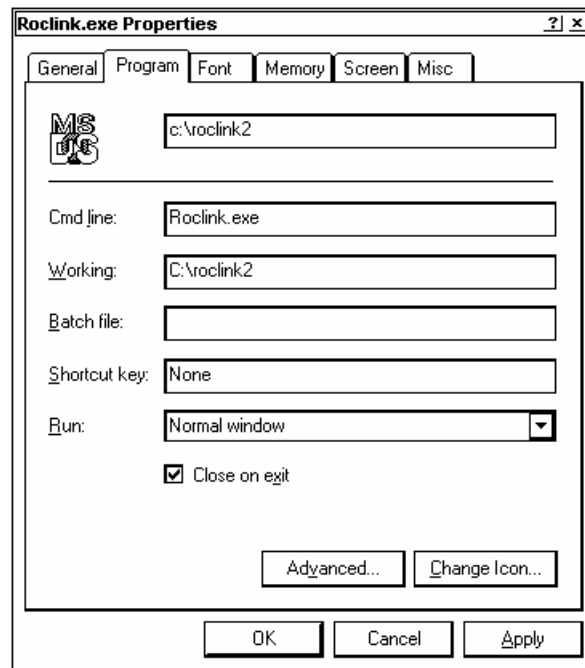

Figura 1-11. Programa ROCLINK.EXE
4. Clique em **Program**. Observe a Figura 1-11.
5. Insira o caminho do diretório onde você instalou o ROCLINK no **primeiro** campo. Por exemplo, se você instalou o ROCLINK no diretório C : \ F I S H E R \ R O C L I N K , coloque C:\FISHER\ROCLINK\ no primeiro campo. Vá até a Figura 1-11.
7. Coloque o caminho do diretório onde você instalou o ROCLINK no campo **Working**. Por exemplo, se você instalou o ROCLINK no diretório C : \ F I S H E R \ R O C L I N K , coloque C:\FISHER\ROCLINK no campo Working. Refira-se à Figura 1-11.